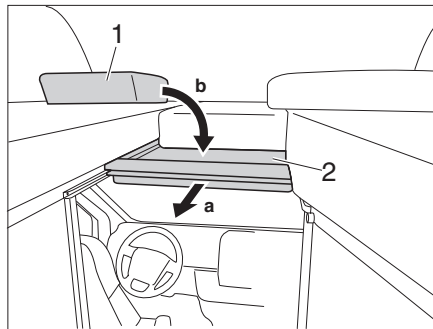

Fig. 56 Séparation pour la cabine de conduite
- Tirer le sommier de lit (Fig. 56,2) vers l'avant par la poignée.
- Placer le coussin (Fig. 56,1) sur le sommier de lit.
- Mettre le coussin (Fig. 56,1) de côté.
- Pousser le sommier de lit (Fig. 56,2) vers l'arrière.